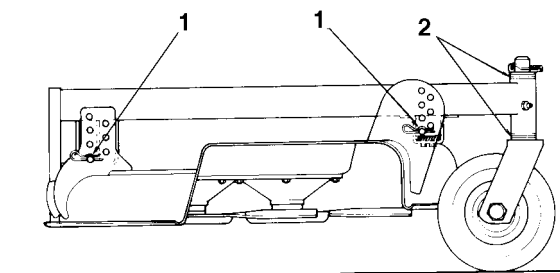

Fig. 17
- A. Sulle unità di taglio che di solito vengono utilizzate con altezze di taglio $25 \div 50$ mm occorre alzare il lato inferiore. Togliere l'acciarino che fissa la ruota orientabile sul lato inferiore (Fig. 17) e togliere il gruppo ruota girevole.
- C. Se l'unità di taglio viene utilizzata ad altezze di taglio $5 \div 10$ cm, abbassare il lato alto. Togliere l'acciarino della ruota orientabile dal lato alto, e togliere il gruppo ruota (Fig. 17).